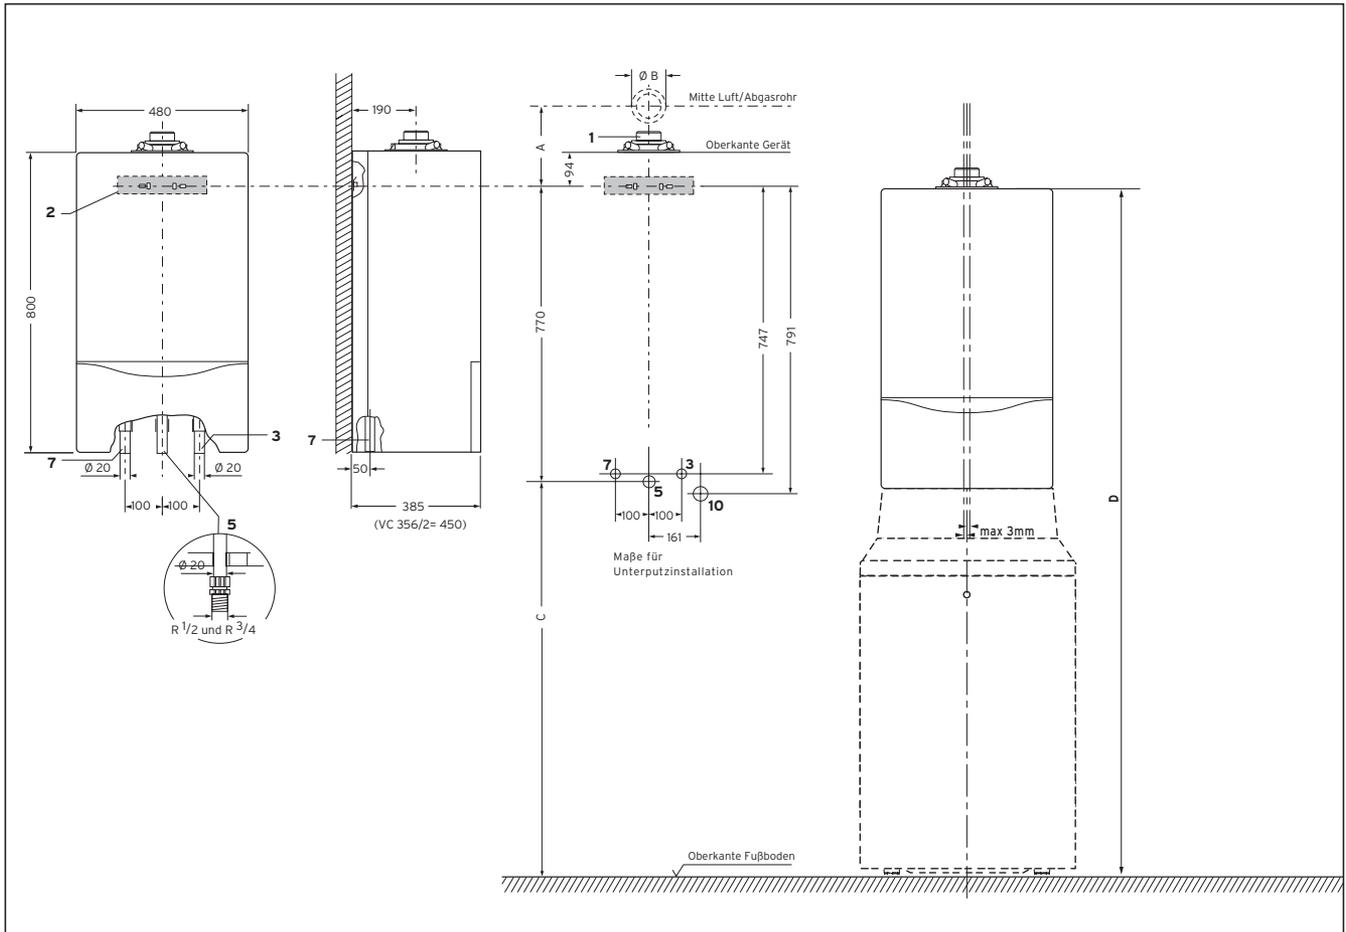

Abb. 3.2 Anschlussmaße (in mm)
- Legen Sie die Montagehöhe für den Vaillant ecoTEC exclusiv entsprechend Abb. 3.2 fest. Beachten Sie insbesondere das Maß C, wenn das Gerät mit einem Warmwasserspeicher des Typs VIH CR oder CQ kombiniert werden soll.